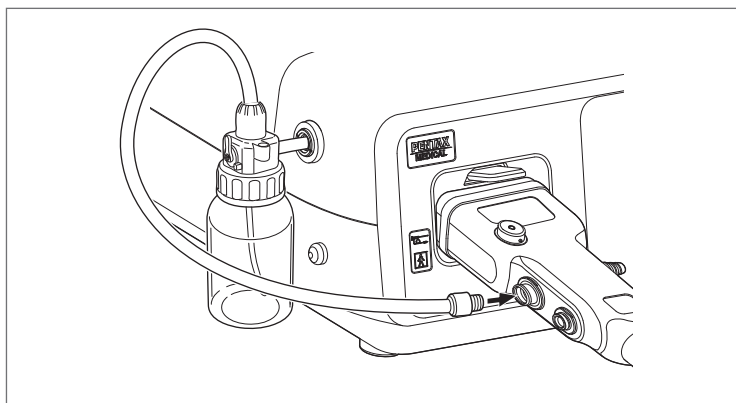

Рис. 3.12
4. Подсоедините коннектор воздуха/воды блока ёмкости для воды к порту воздуха/воды эндоскопа (рис. 3.12).